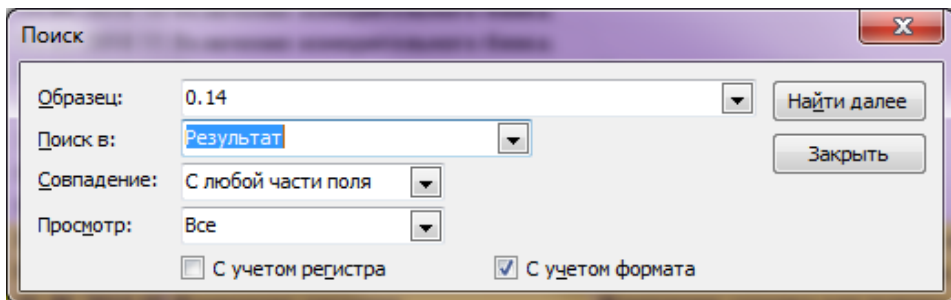

Рисунок 12 – Окно установки параметров поиска
7.1 Щелчок левой кнопкой мыши по кнопке «**Поиск**» в верхней части рабочего окна программы открывает окно для задания параметров, по которым будет вестись поиск данных (рисунок 12).